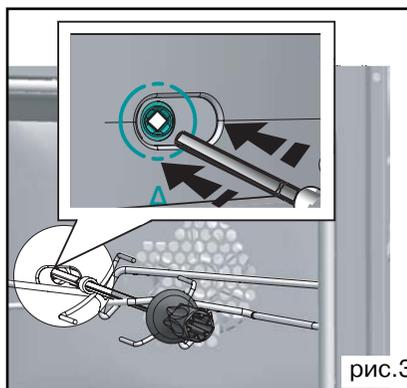

рис.3
• слегка нажмите, чтобы зафиксировать конец вертела в квадратном хвостовике, расположенном на задней стенке камеры духового шкафа (рис. 3).